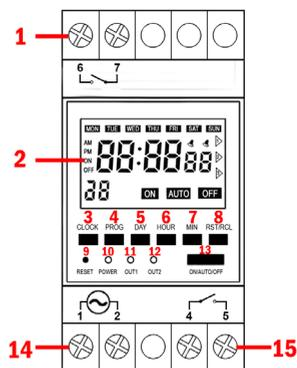

Рис. 1 – Элементы прибора
ЖК-дисплей имеет два режима индикации: текущего времени (включается кнопкой **CLOCK** (п. 3, рис. 1)) и программирования (включается кнопкой **PROG** (п. 4, рис. 1)).
Индикаторы **OUT1** (п. 11, рис. 1) и **OUT2** (п. 12, рис. 1) на лицевой панели включаются при срабатывании соответствующих выходных реле.
Перед началом программирования нажмите кнопку **RESET** (п. 9, рис. 1) для сброса настроек прибора.
1. Для снятия блокировки нажмите кнопку **RST/RCL** (п. 8, рис. 1) 4 раза. Блокировка включается автоматически (символ ) , если с устройством не производится никаких действий в течение 30 секунд.
2. Нажмите и удерживайте кнопку **CLOCK** (п. 3, рис. 1).
3. Нажатием кнопки **DAY** (п. 5, рис. 1) выберите текущий день недели.
- **ON** – оба реле включены, индикаторы **OUT1** (п. 11, рис. 1) и **OUT2** (п. 12, рис. 1) горят, прибор в ручном режиме, автоматический режим не работает, программы не выполняются;